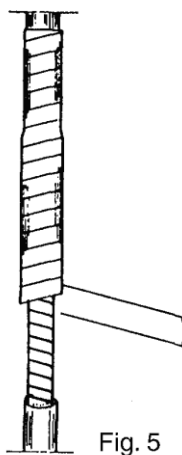

Рис. 5
5.5.5. Очистите изолируемую поверхность бензолом или бензином и после высыхания обмотайте каждое соединение 3 или более слоями изоляционной ленты с артикульным № 23 (от 3M-Minnesota). Повторите эту процедуру с другой лентой, плотно обмотайте предварительно подготовленные провода, захватывая при этом некоторую длину внешней кабельной оболочки (см. рис. 5).